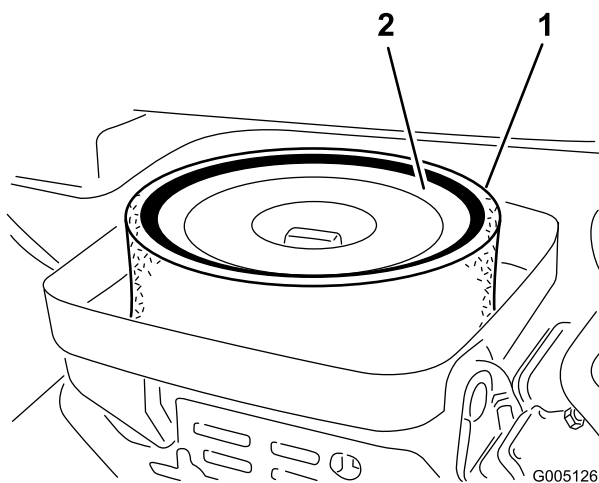

Figura 44
3. Si el elemento de gomaespuma está sucio, sepárelo del filtro de papel (Figura 44). Límpielo a fondo, de la manera siguiente: